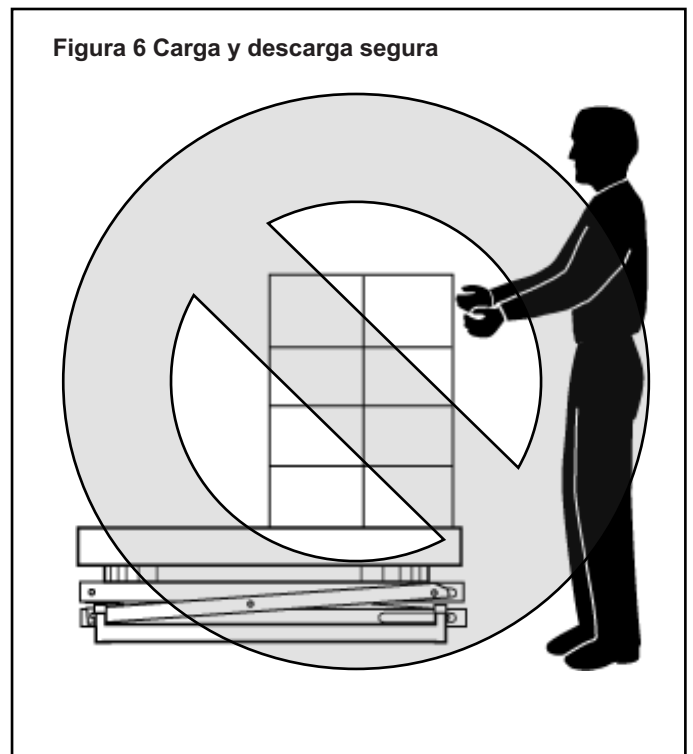

Figura 6 Carga y descarga segura
2. Coloque el elevador en una superficie firme y plana como se muestra en la Figura 6. Los elevadores estacionarios deben fijarse al suelo.